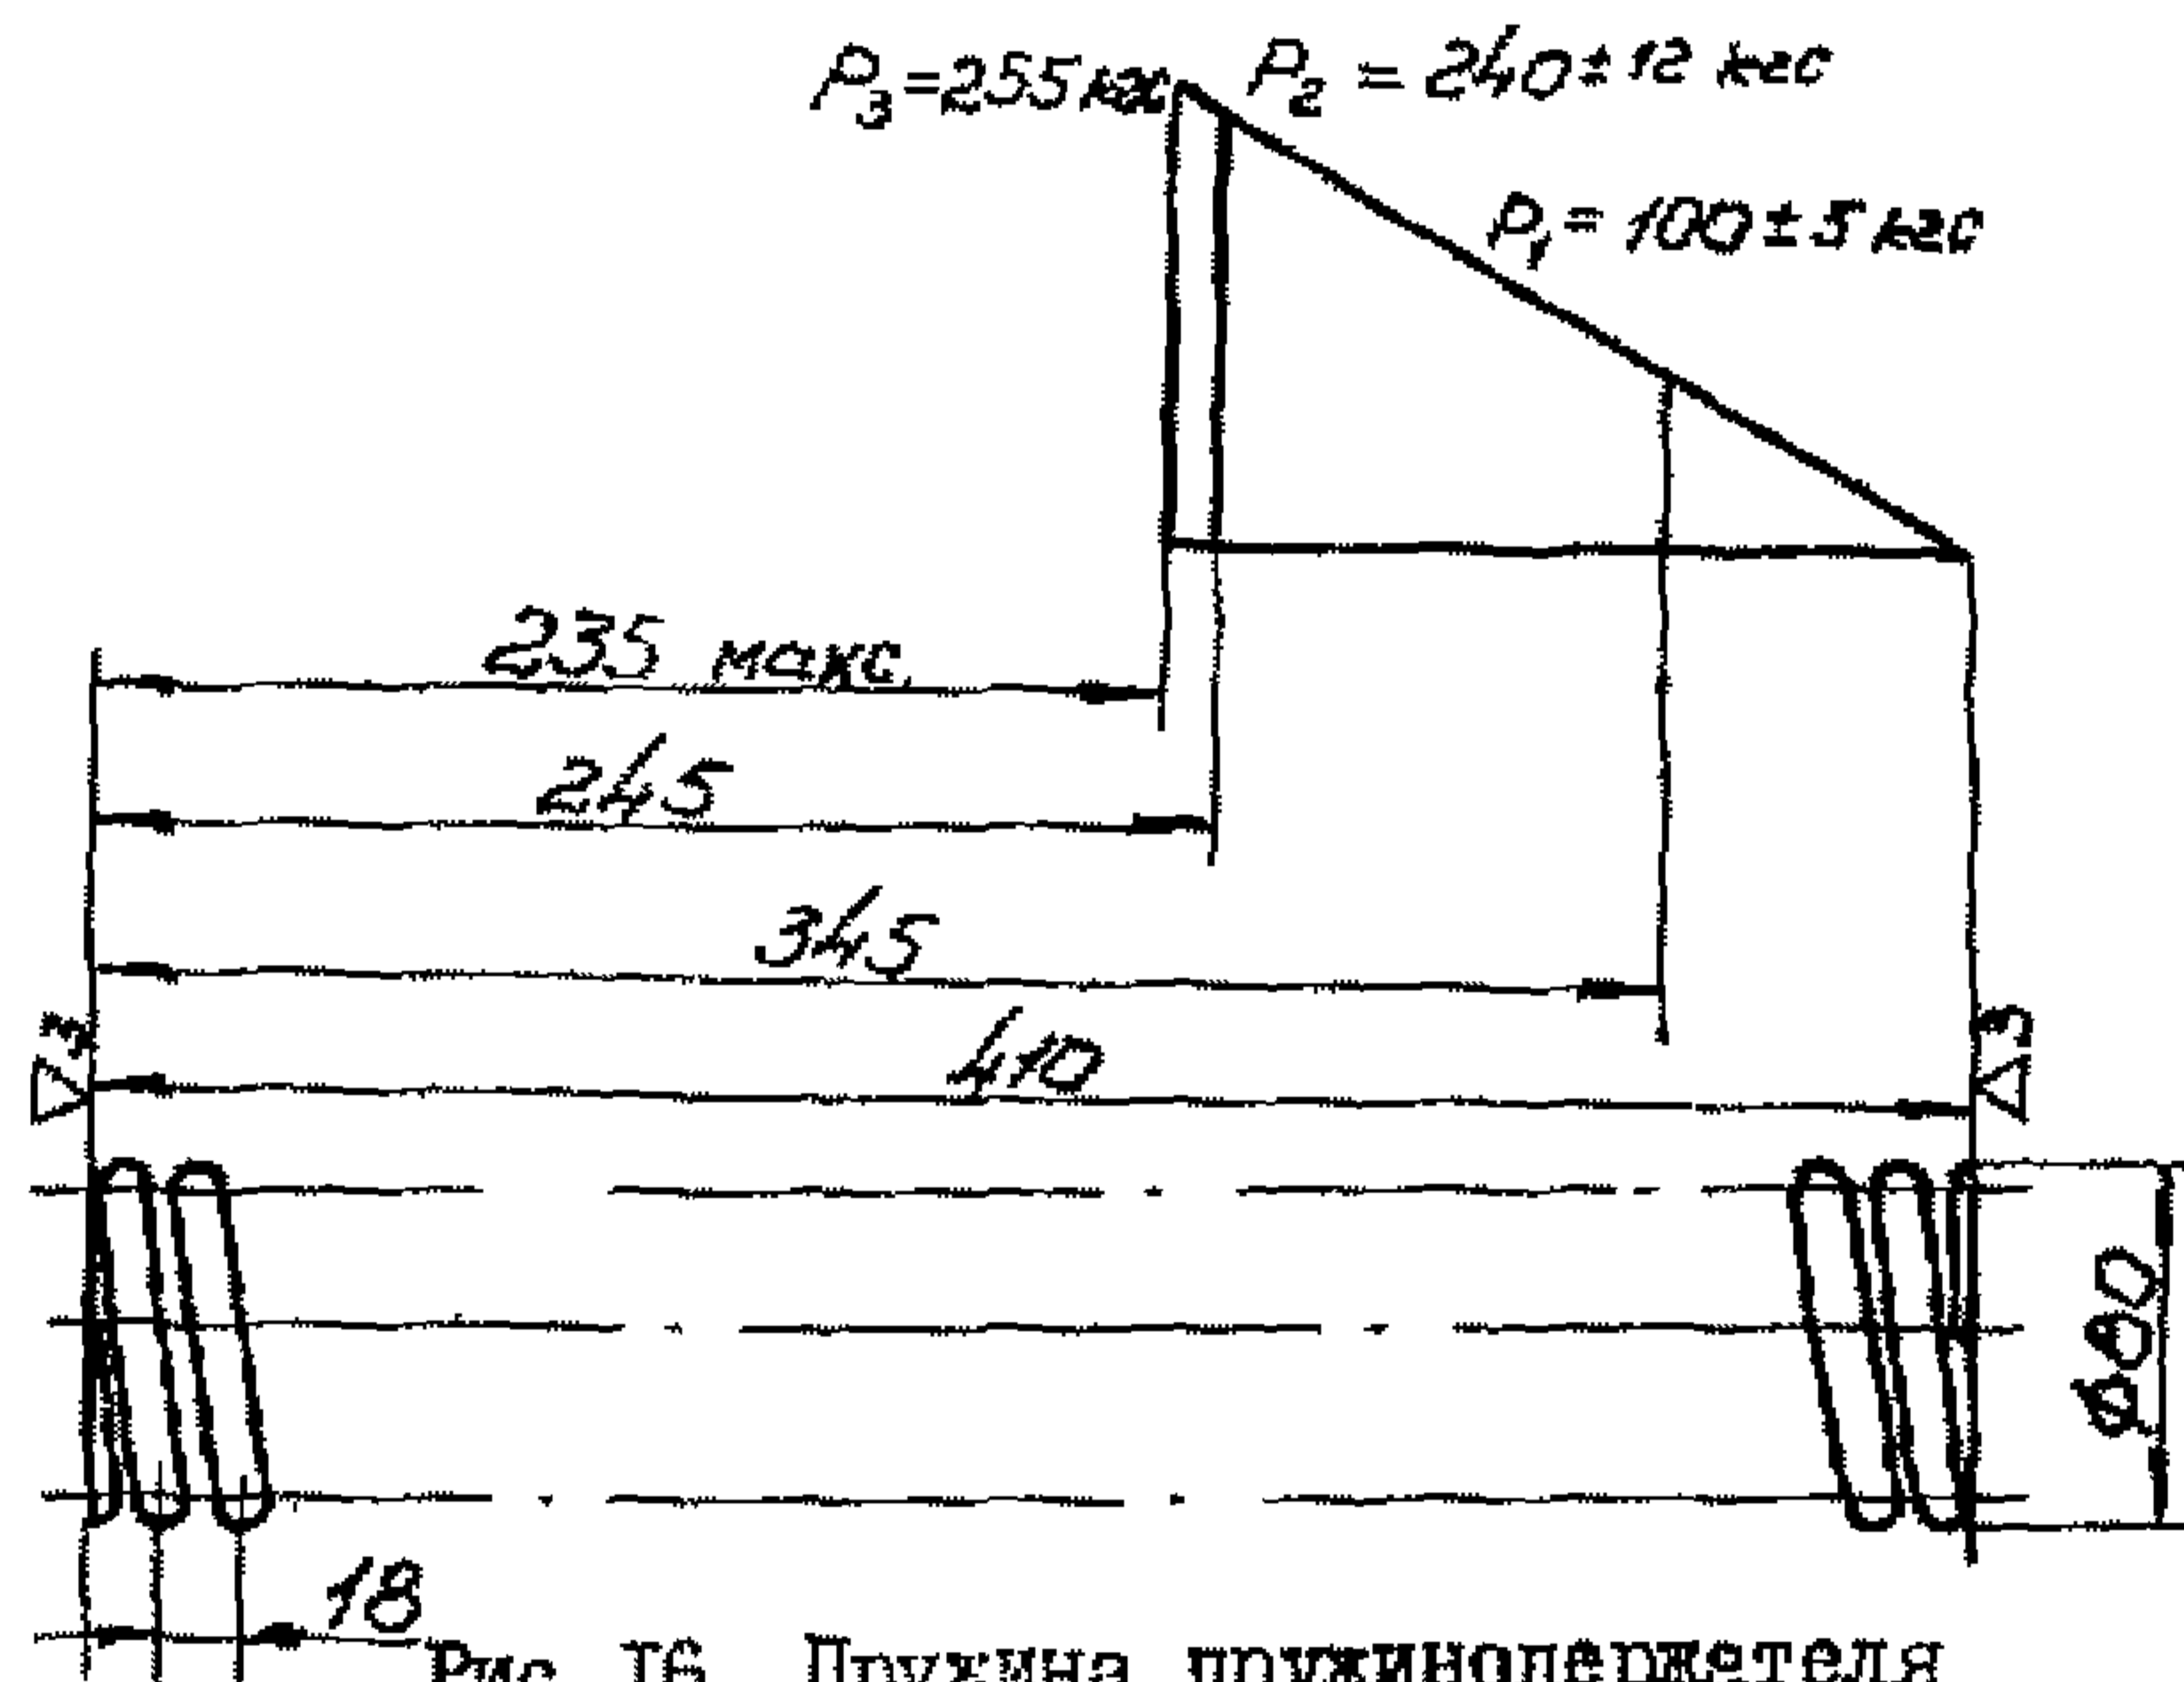

Рис. I6. Пружина пружинодержателя
06.10. Произвести тарировку и выявить дефекты пружины 4 (см. рис. I5) в соответствии с приложением 9 и характеристикой пружины (рис. I6).